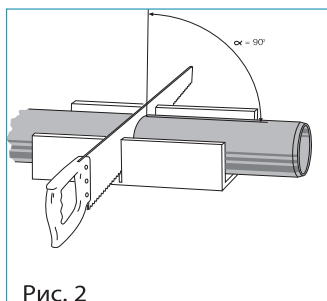

Рис. 2
- а) Резка труб выполняется пилой с мелким зубом либо труборезом под прямым углом (рис. 2). Резка фитингов запрещена! (рис. 5).